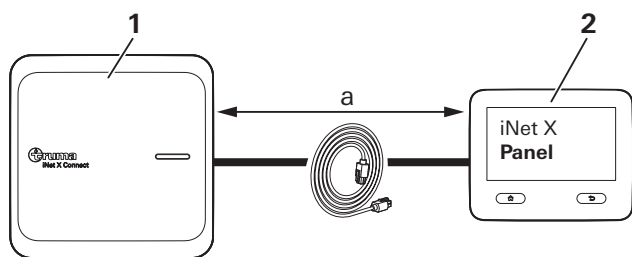

Fig. 2
- Connect skal placeres så tæt på kontrolpanelet som muligt (Fig. 2).
► Kontroller, om kablet er langt nok (Fig. 2).